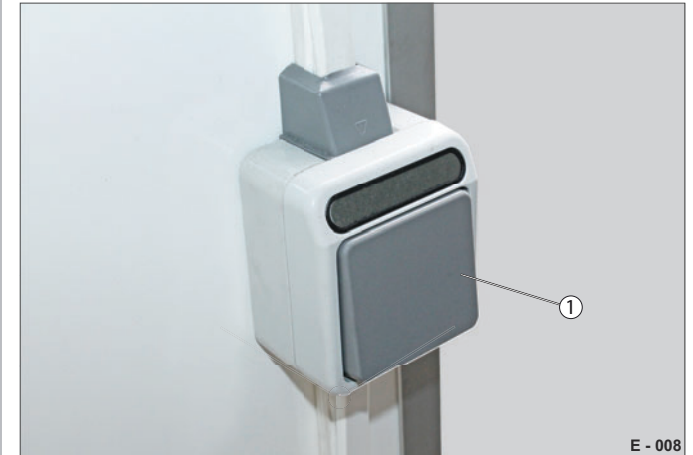

Abb. 7 Lichtschalter für 12 V und 230 V
► Schalten Sie die Innenbeleuchtung am Lichtschalter (Abb. 7/1) ein.